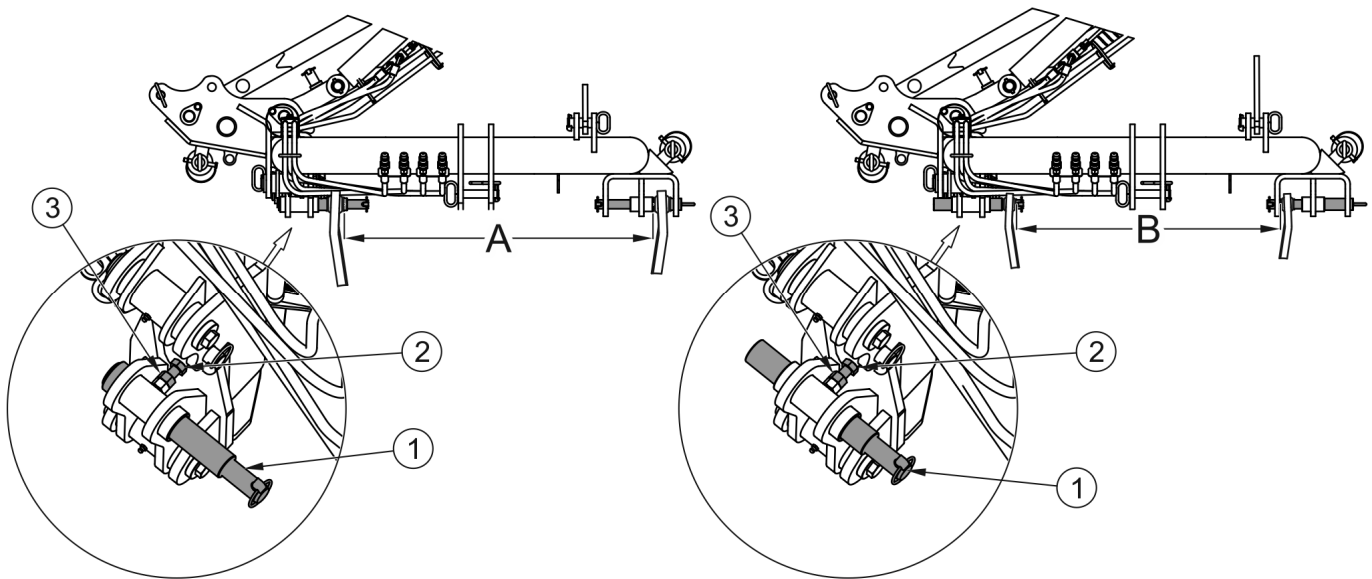

РИСУНОК 4.3 Регулировка нижних сцепных шкворней навесной системы косилки
(1)- нижний шкворень системы навески; (2)- установочный болт; (3)- контргайка
Нижний шкворень (1) системы навески косилки позволяет регулировать расстояние (РИСУНОК 4.3). Чтобы изменить расстояние между сцепными шкворнями навесной системы, необходимо:
- слегка отвинтить контргайку (3),
- отвинтить установочный болт (2),
- передвинуть шкворень (1) вправо или влево, пока не будет достигнуто нужное расстояние,
- заблокировать положение шкворня при помощи установочного болта (2) и контргайки (3).